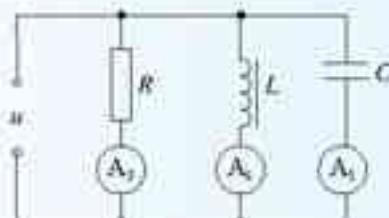

图 5.3.6 电流表如何变化？
- 如图 5.3.6 所示，交流电流表 A_1 、 A_2 、 A_3 分别与电容 C 、线圈 L 和电阻 R 串联后接在同一个交流电源上。供电电压瞬时值为 $u_1 = U_0 \sin \omega_1 t$ ，三个电流表各有不同的读数。现换另一个电源供电，供电电压瞬时值为 $u_2 = U_0 \sin \omega_2 t$ ， $\omega_2 = 2\omega_1$ 。改换电源后，三个电流表的读数是否变化？如果有变化，是增大还是减小？为什么？